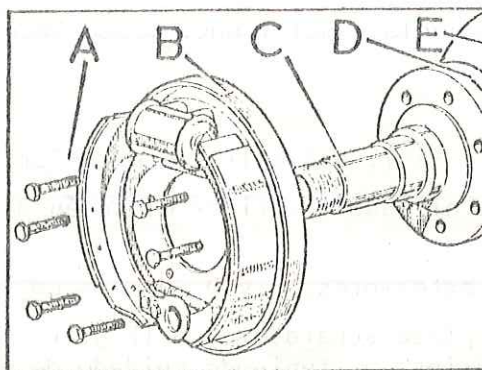
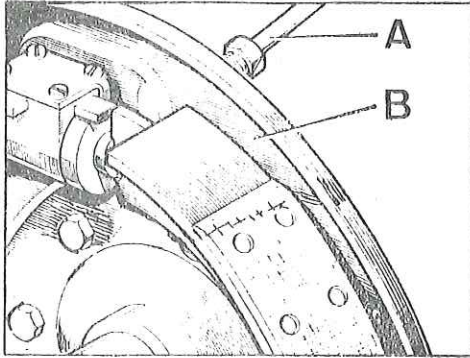

Fig. E -13 Placa de anclaje y man-
Fig. E -14 Montaje de la placa de anclaje
- 2.2. Desmontar la placa de anclaje, B, (Fig. E -13) y retirar la mangueta, C, del cojinete.
- 3.1. Cubrir ambos lados de la junta, D (Fig. E -13) con grasa, y colocarla en su sitio sobre la cara posterior de la mangueta, C.
- 3.2. Situar la mangueta, C (Fig. E -13) en el eje, con la muesca para la chaveta en la parte superior, y montar la placa de anclaje, B, con la conexión para la tubería en la parte superior (Fig. E -14).
- 3.3. Conectar la tubería del freno a la parte posterior de la placa de anclaje (Fig. E -14).